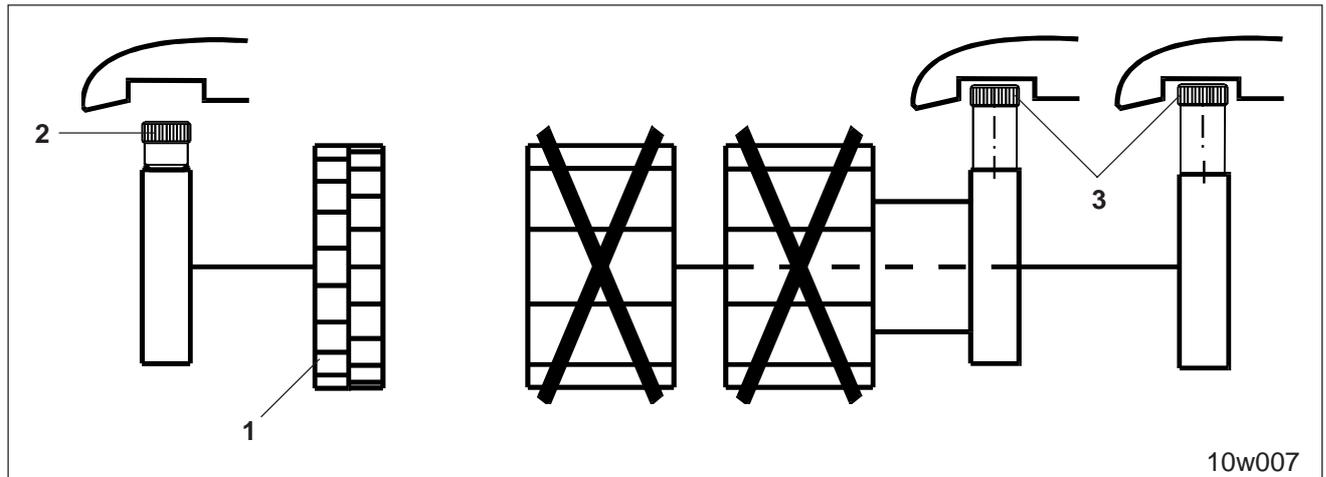

Fig. 15.6
- Zur Aussaat mit dem Feinsärad (Fig. 15.6/1)
- Rändelschraube (Fig. 15.6/2) des Feinsärades einschrauben
- Rändelschrauben (Fig. 15.6/3) beider Hauptsäradern herausdrehen.